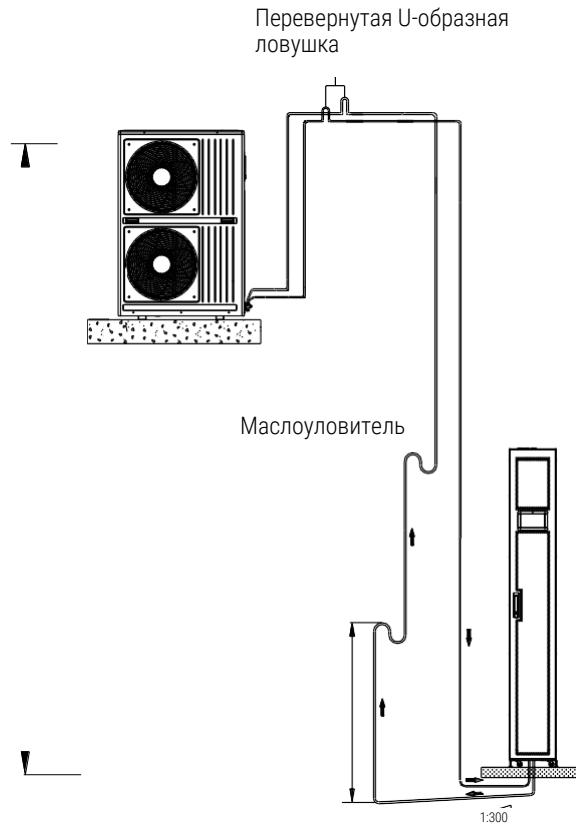

Рис. 3-1 Принципиальная схема установки положительного перепада
- Положительный перепад: положение установки наружного блока выше, чем внутреннего (рис. 3-1). Схема установки в этом положении должна соответствовать следующим принципам: